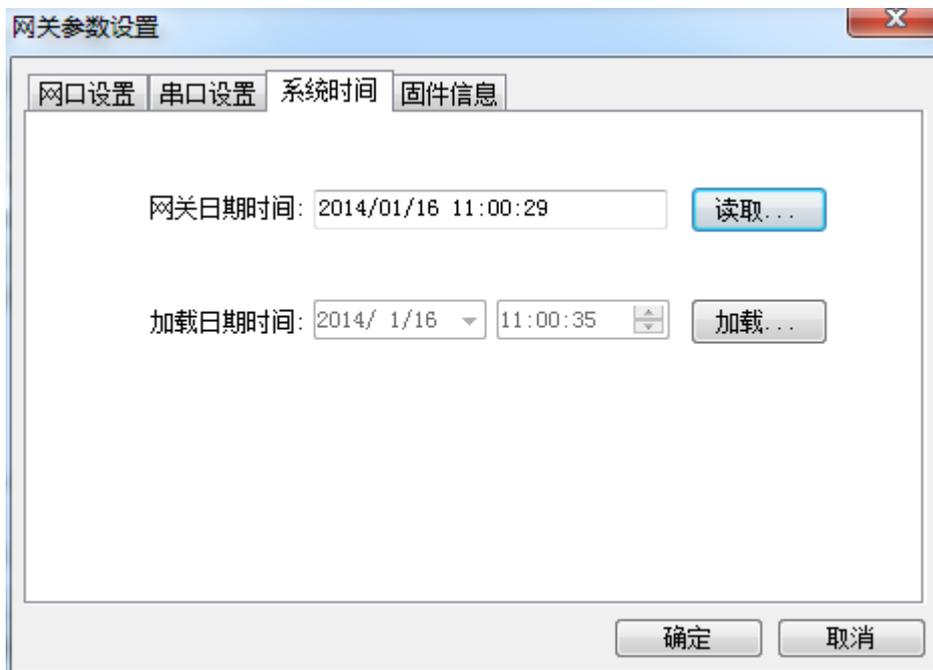

图 3-10-4 系统时间设置
**系统时间：**能够读取硬件网关当前系统时间，如果时间与正常时间不匹配，可以点击“加载”功能刷新硬件网关系统时间，如下图 3-10-4。